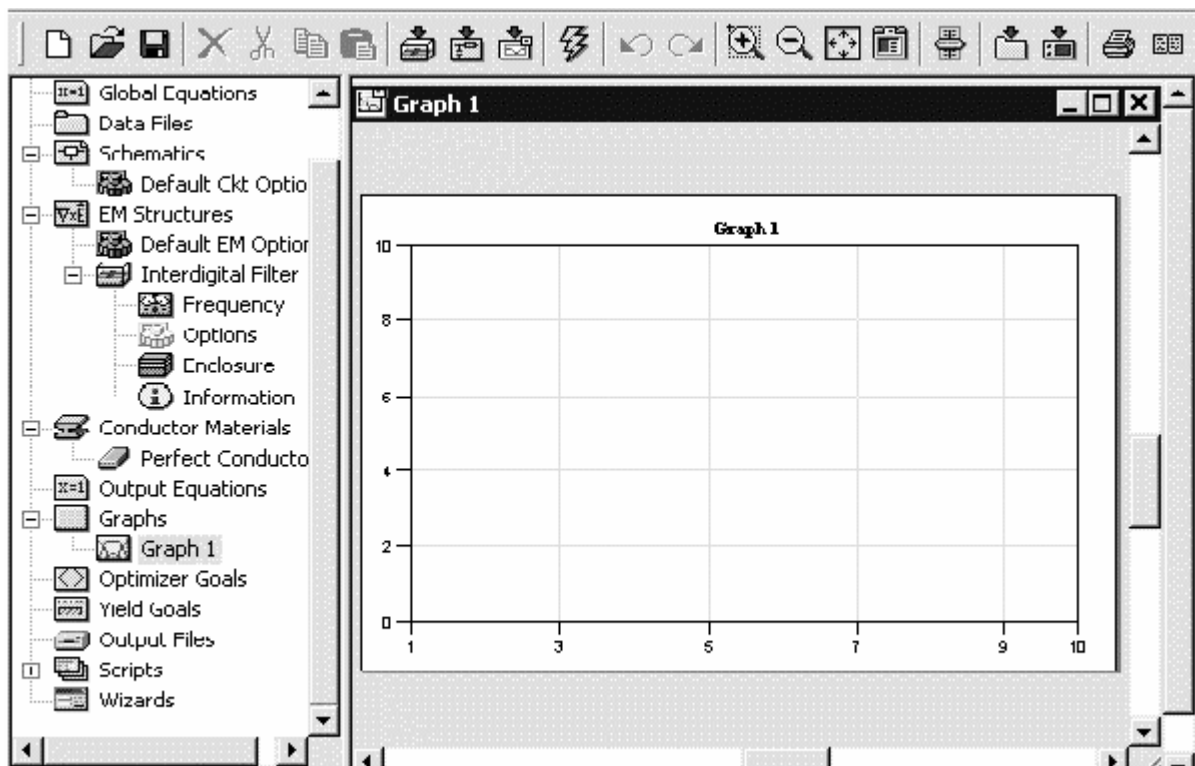

Рис. 4.17
2. Выберите радиокнопку **Rectangular** (Прямоугольный) в области **Graph Type** (Тип графика) и нажмите **OK**. График будет отображён на рабочем поле (рис. 4.17).